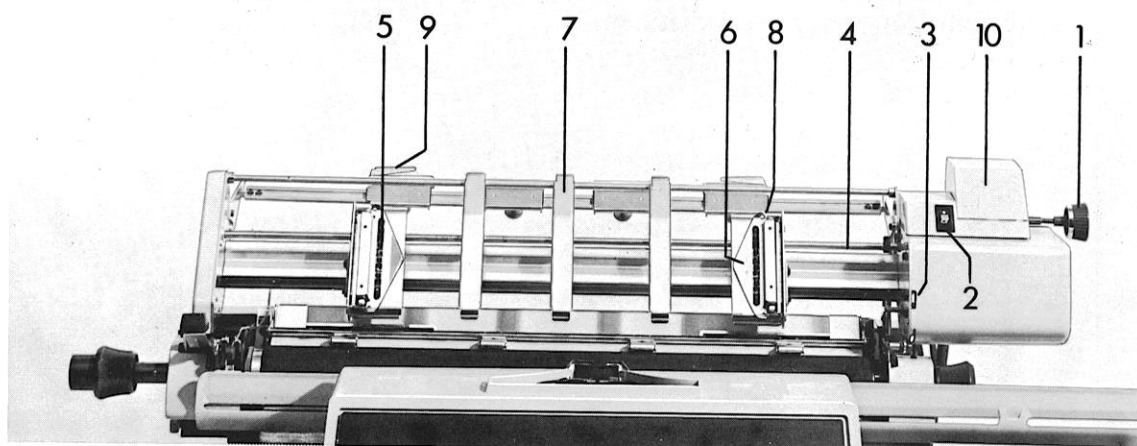
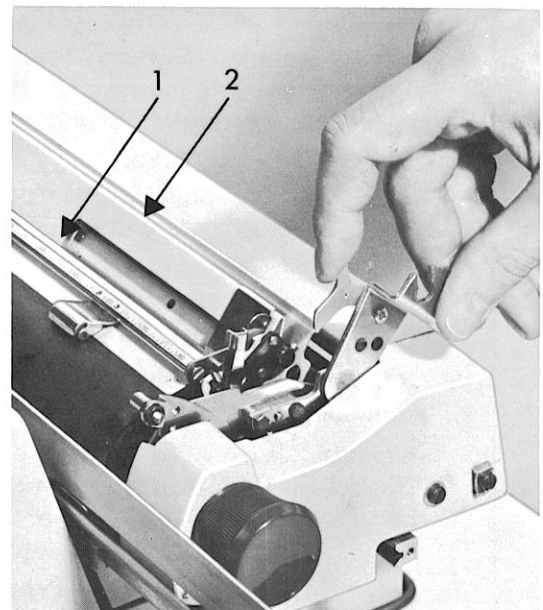

Abb. 23 Aufbau der EFW-Einrichtung
Abb. 26 Einlegen des Sicherungsbügels
Das Lösen der Reibkupplung erfolgt durch axialen Druck auf den außen rechts von der EFW-Mechanik befindlichen Drehknopf (1) Abb. 23 in Richtung Formular bis in Raststellung. Durch Drehen des Drehknopfes von Hand kann nun unabhängig vom Steuerstreifen das Formular bewegt und in Grundstellung gebracht werden.
Für den Transport der Endlosformulare ist die EFW mit einer Stachelbandtransporteinrichtung ausgerüstet, welche aus zwei parallel und zueinander synchron laufenden Stachelbändern, den Traktoren, besteht (5) Abb. 23.
4.11.3 Aufbau der EFW (Abb. 23)
Drehknopf (1) Abb. 23
Schaltknopf für Motormagneten (3) Abb. 23
Traktoren (Stachelbänder) (5) Abb. 23
Führungsklappe (6) Abb. 23
Papierableiter (7) Abb. 23
Rändelknopf (8) Abb. 23
Papierhalter (9) Abb. 23
Papierführungsschacht-Journal Abb. 26
Papierführungsschacht-Endlosformular Abb. 26
- Endlosformular über die Papierhalter (9) Abb. 23 legen und den Anfang des Formulares in den Papierführungsschacht „Endlosformular“ Abb. 26 legen.
- Führungsklappen (6) Abb. 23 aufklappen
- Rändelknöpfe (8) Abb. 23 lösen
- Traktoren (5) Abb. 23 seitlich so verschieben, daß das Endlosformular auf den vorher abstandsgleich verschobenen Papierableitern (7) Abb. 23, sowie auf den Transportstacheln aufliegt und in gewünschter Schreibposition steht.
- Journal in Journalschacht (Abb. 26) direkt hinter der Schreibwalze einführen und mit einem der Walzendrehknöpfe einziehen, bis ca. 5-6 cm vorn sichtbar werden.